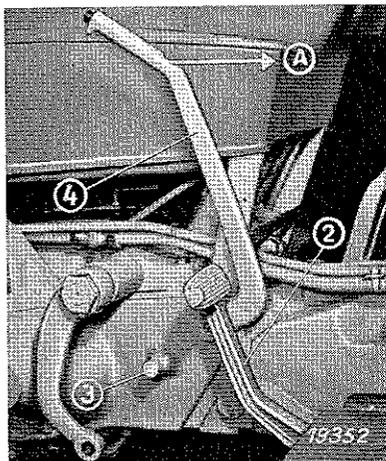

Bild 17
Zum Einlegen des Gruppenwählhebels und zum Schalten der Fahrgänge wird der Fußhebel ② bis zum Anschlag ③ durchgedrückt (Bild 17).